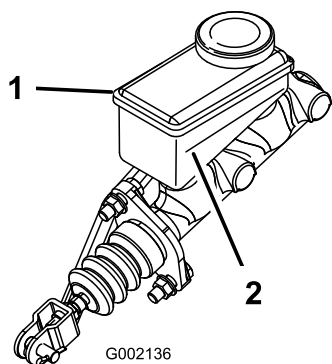

Figure 61
3. Observez le repère de niveau sur le côté du réservoir (Figure 61).
- Versez du liquide de frein DOT 3 dans le réservoir jusqu'à ce que le niveau dépasse le repère minimum (Figure 61).